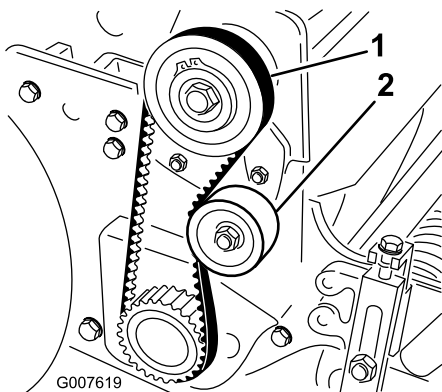

Figura 36
2. Controllate la tensione premendo la cinghia al centro tra le pulegge (Figura 36) con una forza di 18-22 N. La cinghia deve flettersi di 6 mm.
verso il retro della cinghia, fino a ottenere la tensione desiderata (Figura 36).